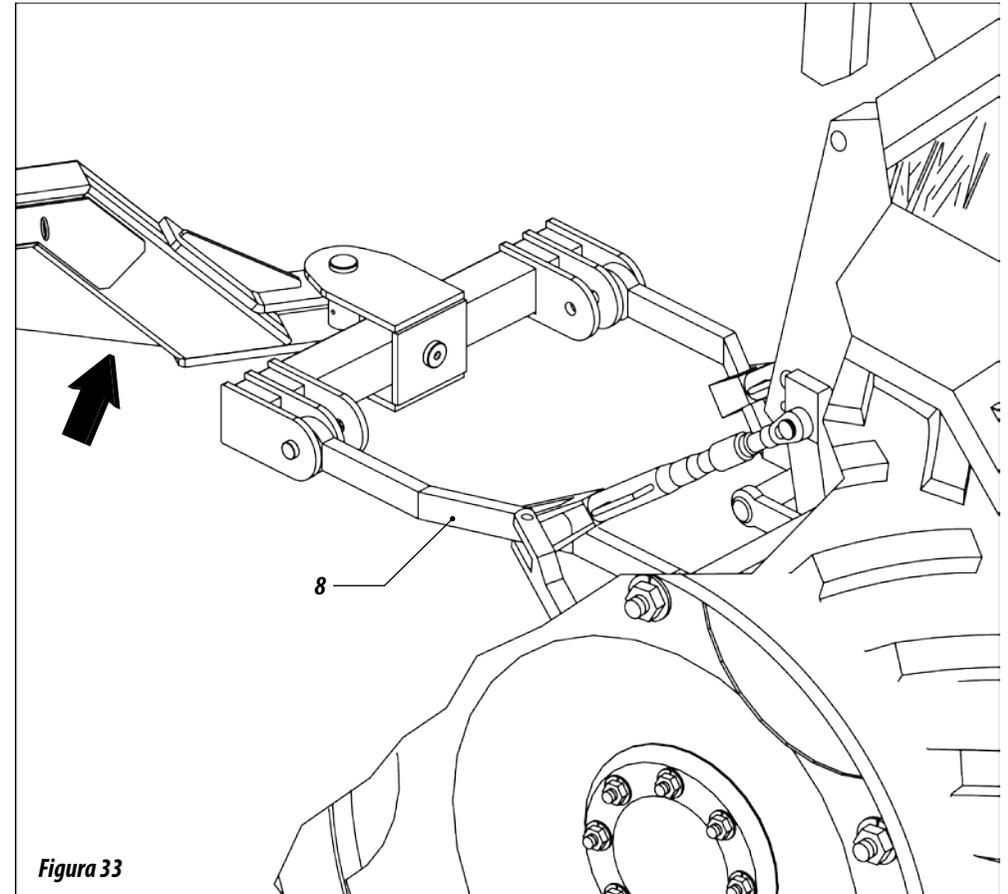

Figura 33
06 - Levante los brazos del hidráulico del tractor (8), como se muestra la figura 33.